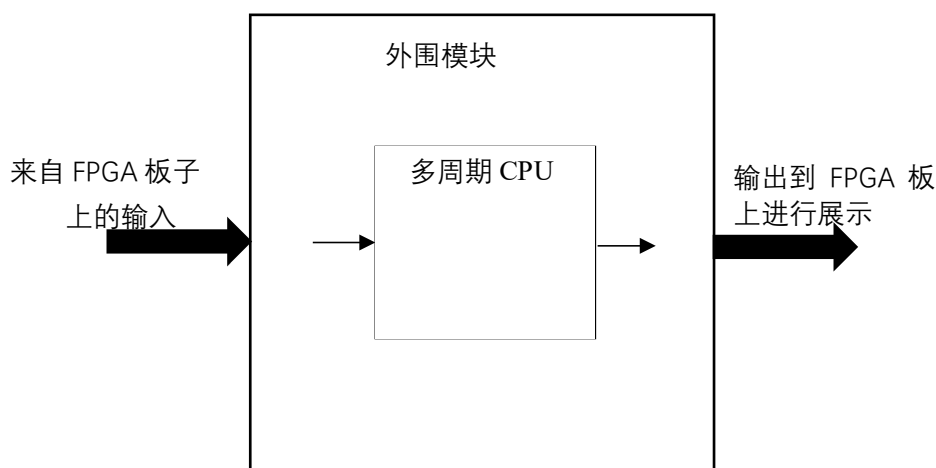

图 2 多周期 CPU 设计实验的顶层模块大致框图
9. 将以上设计作为一个单独的模块，另外再设计一个外围模块去调用该模块，见图 2。外围模块中需调用封装好的 LCD 触摸屏模块，观察多周期 CPU 的内部状态，比如 32 个寄存器的值，各模块 PC 的值等。并且需要利用触摸功能输入特定数据 RAM 地址，从该 RAM 的调试端口读出数据显示在屏上，以达到实时观察数据存储器内部数据变化的效果。通过这些手段，可以在板上充分验证 CPU 的正确性。